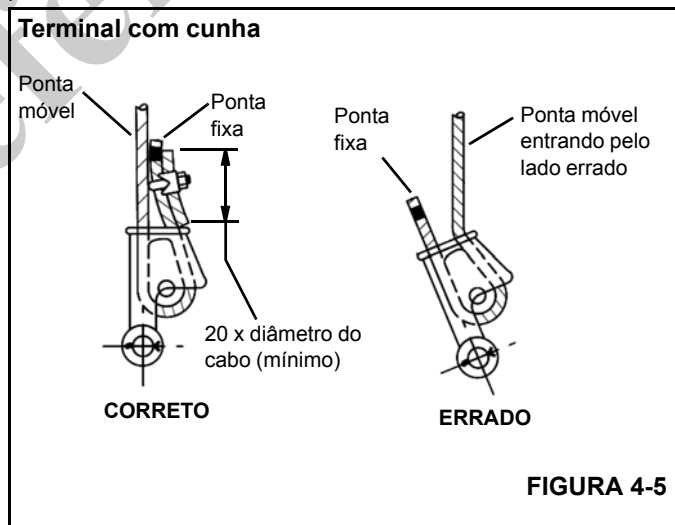

FIGURA 4-5
3. Certifique-se de que a extremidade móvel do cabo (Figura 4-5) fique diretamente alinhada às orelhas do terminal e ao sentido da tração à qual o cabo será submetido. Se o cabo for incorretamente carregado no terminal, sob uma carga, o cabo dobrará conforme sai do terminal e a borda do terminal se desgastará no cabo causando danos ao cabo e falhas eventuais.
4. Insira a extremidade do cabo de aço no terminal, forme um laço no cabo e passe-o de volta através do terminal deixando que a ponta fixa (Figura 4-5) sobressaia do terminal. Verifique se a ponta fixa do cabo tem compri-